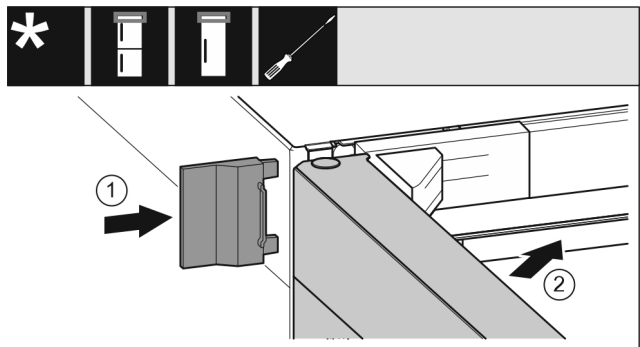

Fig. 60
- ▶ Äußere Abdeckung Fig. 60 (1) aufschieben.
- ▶ Obere Tür Fig. 60 (2) schließen.